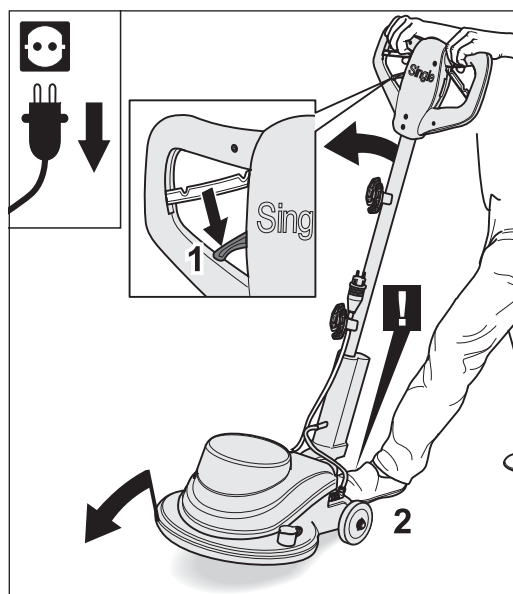

Fig. 6 Inclinación de la máquina hacia delante y sujeción para que no se deslice.
- 7 Incline la máquina cuidadosamente hacia delante por encima de las ruedas, apoyándola sobre el plato portaabrasivos y sujetando la máquina con el pie para que no se deslice (fig. 6).